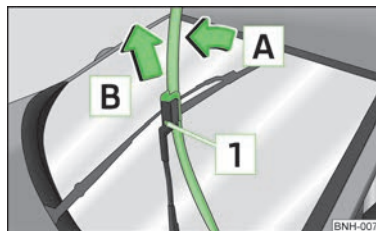

Abb. 29
- Den Scheibenwischerarm von der Heckscheibe anheben und das Scheibenwischerblatt geringfügig in Richtung Scheibenwischerarm, Pfeil **A** » Abb. 29 kippen.